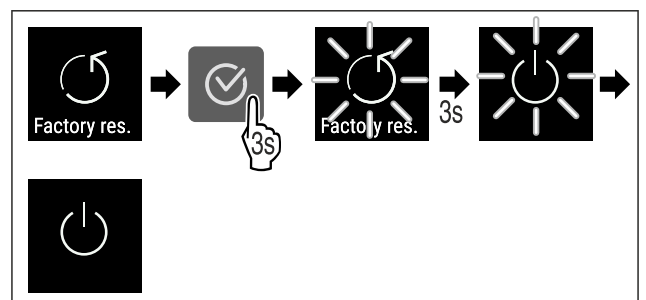

Fig. 112
- ▶ Obavite korake postupka (pogledajte Fig. 112) .